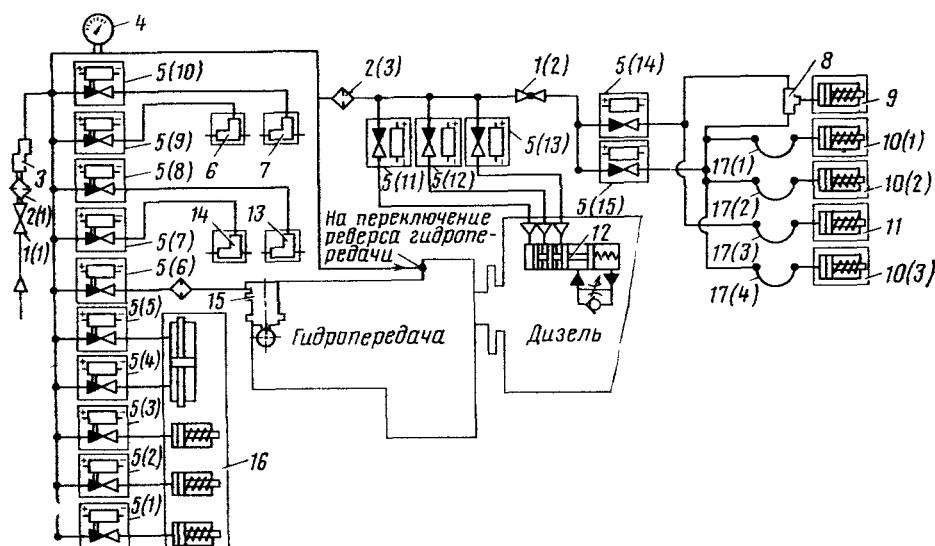

Рис. 41. Трубопровод пневматического управления. Схема пневматическая принципиальная:
Воздух подводится к питательному коллектору вентилям ВВ-32 от питательной магистрали (рис. 41) через разобщительные краны 1(1) и 1(2), фильтры 2(1) и 2(3), клапан максимального давления 3, который поддерживает давление 0,625—0,675 МПа (6,25—6,75 кгс/см²). Давление воздуха контролируется по манометру 4.